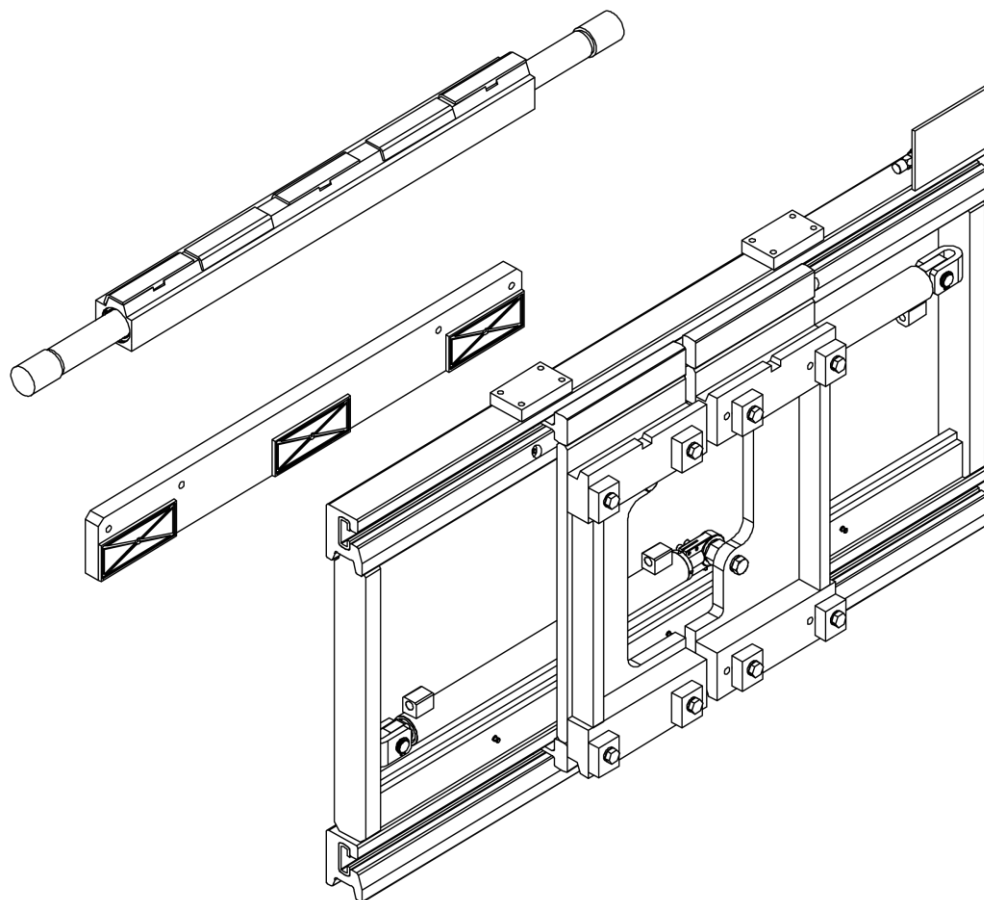

Figura 5
5. Retirar los perfiles de la estructura delantera (mira *Figura 5*).